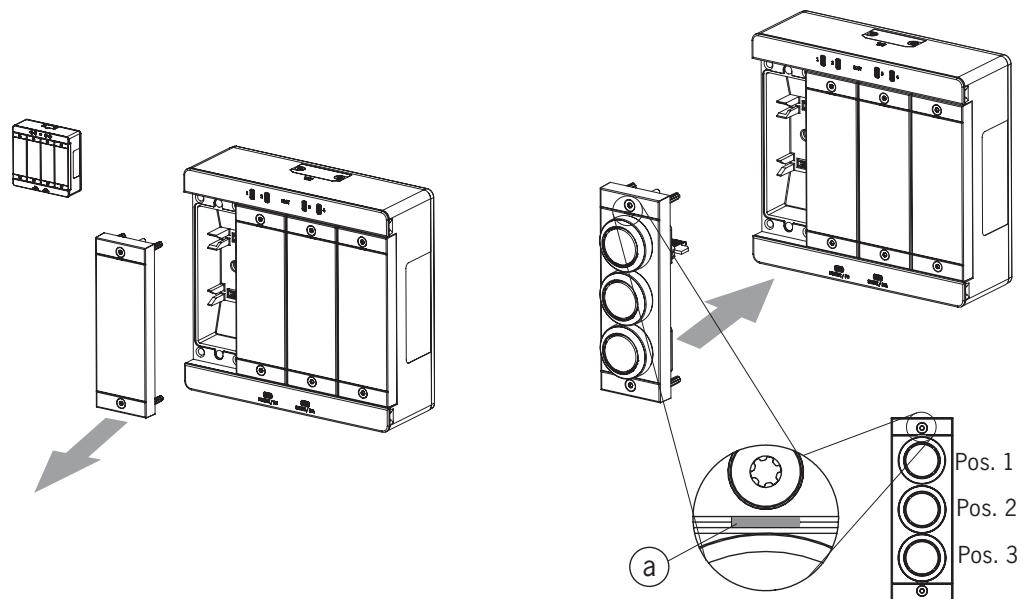

Fig. 6: Montaje de un submódulo
- Tenga en cuenta la orientación del submódulo. Véase la marca (a) en la Fig. 6: Montaje de un submódulo. Los submódulos también pueden instalarse girados 180°. La marca (a) siempre indica la primera posición de instalación, que en el ejemplo de abajo es la posición del pulsador S1.